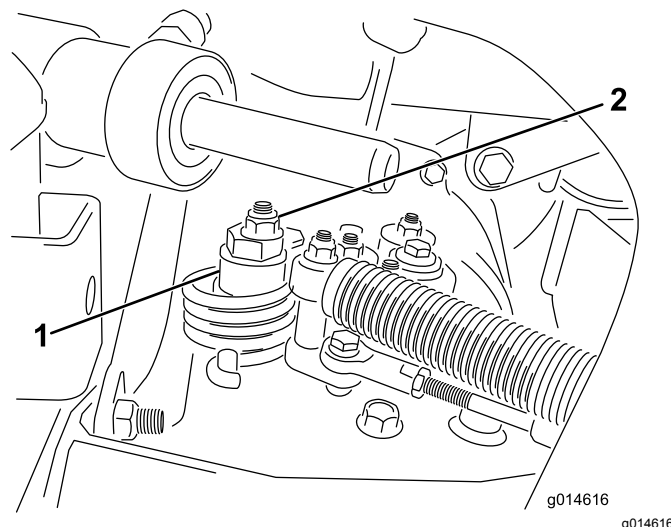

Figura 32
- A. Allentate il dado che fissa l'eccentrico alla parte superiore dell'igrostat (Figura 32).
- C. Fate girare l'eccentrico finché non riscontrate movimenti in alcuna direzione. Quando la ruota cessa di girare, serrate il dado di bloccaggio dell'eccentrico per mantenere la messa a punto (Figura 32). Verificate la regolazione portando l'acceleratore in posizione di MINIMA e MASSIMA.